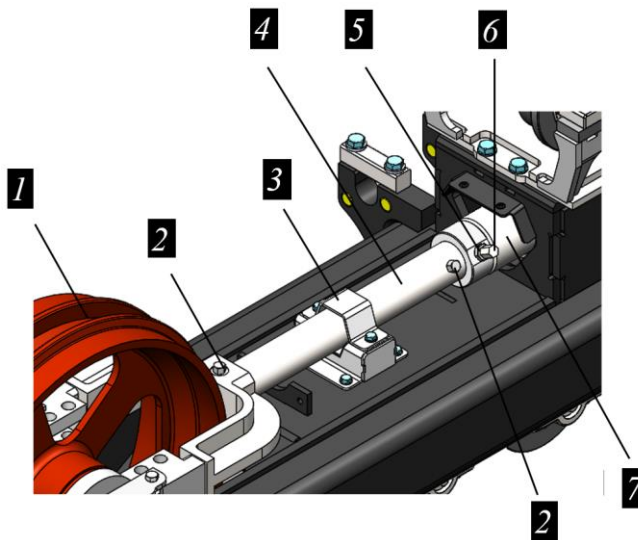

Рисунок 12.12. Процедура демонтажа механизма натяжения из рамы тележки
- Снять пылезащитный колпачок 6 с пресс-масленки 5, рис. 12.12.
- Вывернуть пресс-масленку 5, рис. 12.12 на 2 оборота.
- Полностью вывернуть пресс-масленку 5, рис. 12.12.
Для исключения возможных травмоопасных ситуаций запрещается при ослаблении гусеницы полностью выворачивать пресс-масленку 5, рис. 12.12, так как при этом может произойти срыв резьбы клапана и выброс смазки под большим давлением.
- Снять крышку 3, предварительно сняв крепеж, рис. 12.12.
- Извлечь, вывернув два стопора 2 проставки 4, рис. 12.12.
- Переместить натяжное колесо 1 максимально вперед по ходу движения машины, рис. 12.12. Для перемещения можно использовать, например, монтажку, лом и т.д.
- Снять проставку 4, а затем извлечь натяжитель 7 из рамы тележки, рис. 12.12.